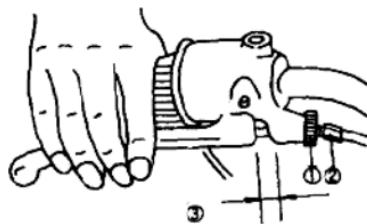

图 1-13 前制动握把自由间隙的调整 先将防松螺帽①拧松,转动调整器②,使自由间隙③为3~8mm。这个自由间隙是为了保证车子在不制动时,前轮可以自由转动而无阻滞。
(6) 制动部分的调整。前制动握把自由间隙的调整如图1-13所示,首